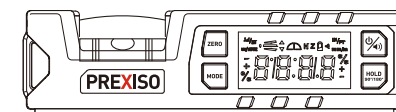

FIG. 1
a. Spegner l'apparecchiatura. Posizionare l'apparecchiatura su una superficie solida, piana e liscia. (FIG. 1).